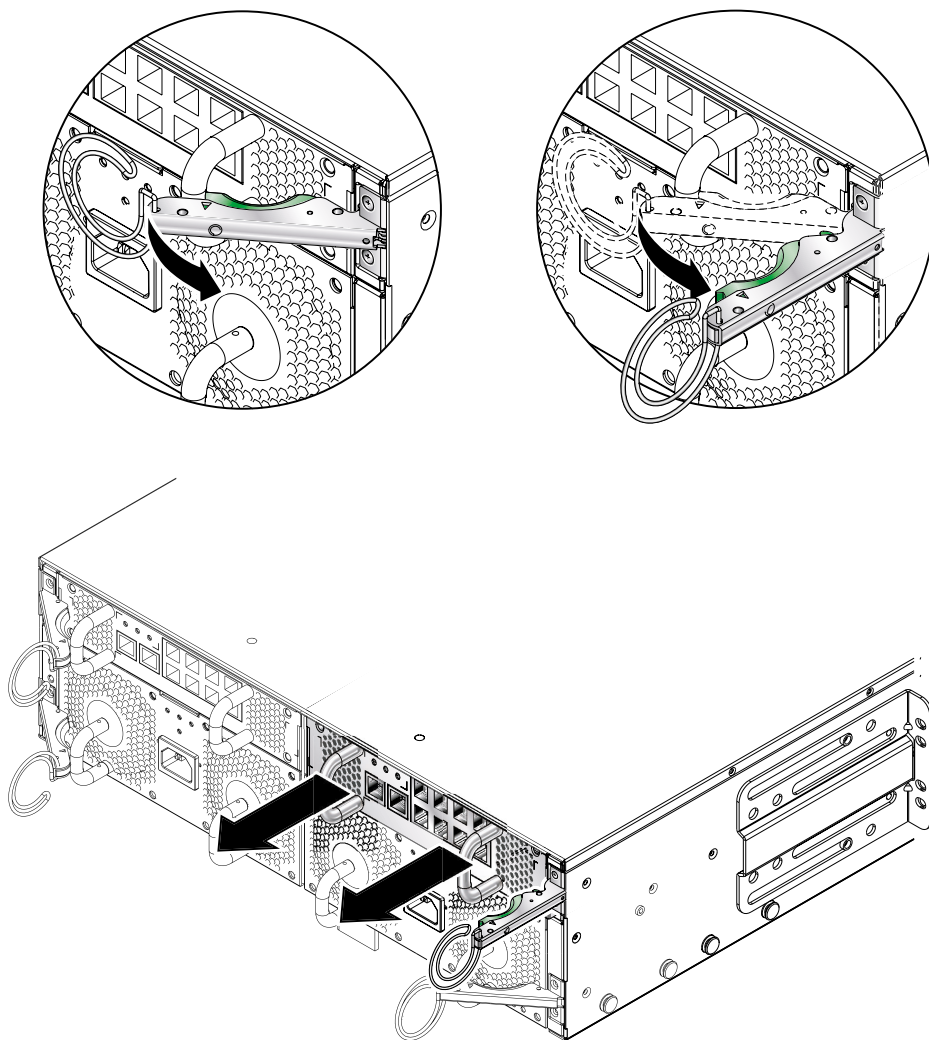

図 4-12 SSC の取り外しレバー
1. 緑色の SSC 取り外しレバーを握ってロックを外し、レバーを手前に引いてシステムシャーシから SSC を切り離します (図 4-12)。
2. 取り外しレバーが完全に開いて、SSC モジュールを引き出す妨げになっていないことを確認します (図 4-12)。